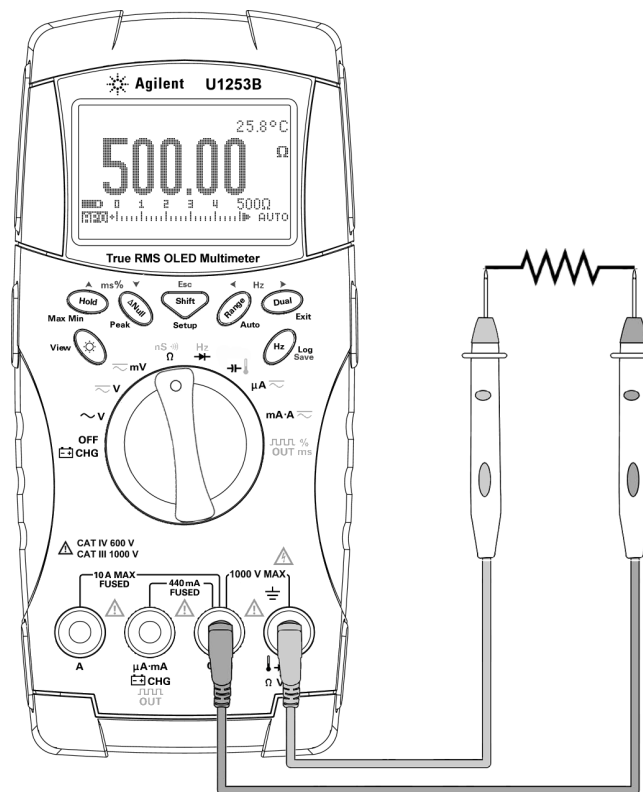

Figura 2-8 Medir a resistência
- 2 Conecte os fios de teste vermelho e preto aos terminais de entrada Ω (vermelho) e COM (preto) respectivamente (consulte a Figura 2-8 na página 42).